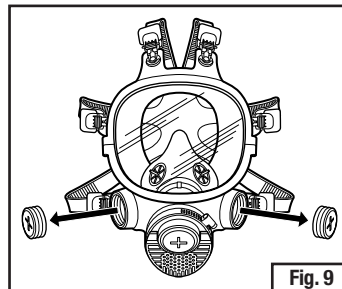

Fig. 9
1. Retirer les obturateurs 7890 3M^{MC} si le masque n'est pas doté d'un adaptateur à baïonnette 701 3M^{MC} (Fig. 9).